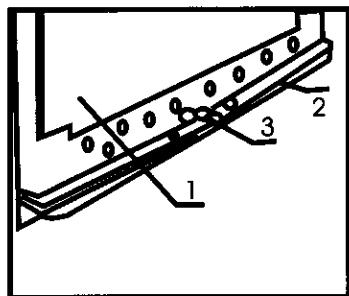

Рис.7.
7.2. Грубым нарушением правил эксплуатации является попадание мелких частиц продуктов или упаковки этих продуктов в лоток 2 (рис. 7) для слива воды.
7.3. Так как оттаивание испарителя 1 (рис. 7) холодильной камеры осуществляется автоматически, то отключение камеры нужно производить только для санитарной обработки не чаще одного раза в год. Не забывайте при этом промывать дренажную трубку 3 (рис. 7). Порядок отключения морозильной камеры смотрите в пункте 6.2..